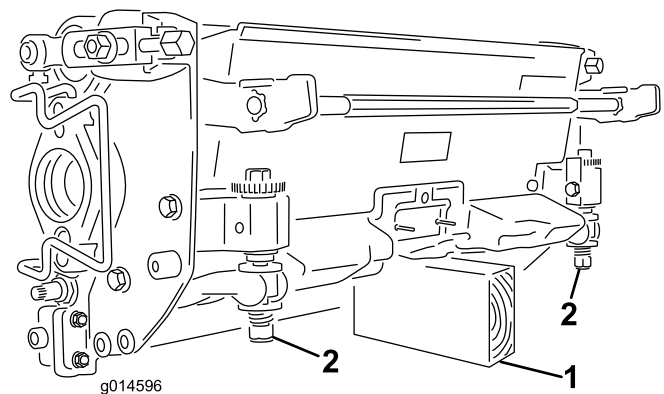

Figura 44
**Importante:** Sempre que precisar de inclinar a unidade de corte, coloque um apoio por baixo da traseira da unidade de corte para assegurar que as porcas da barra de apoio não fiquem apoiadas sobre a superfície de trabalho (Figura 44).